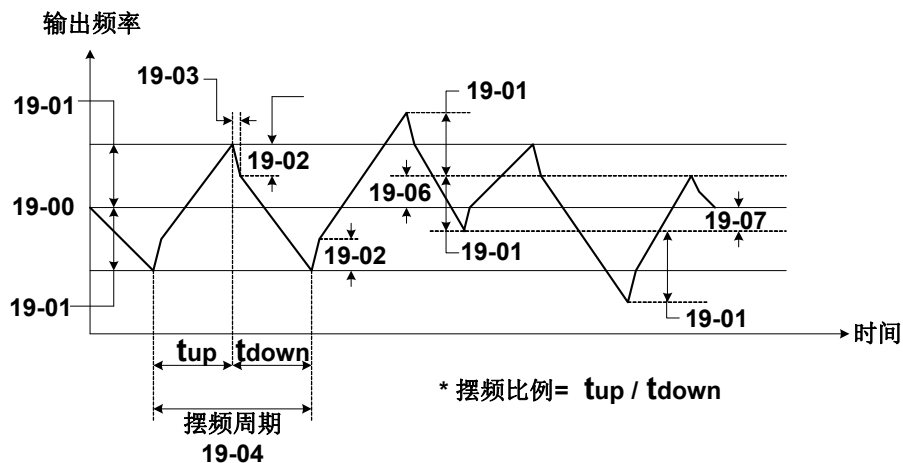

图 4.3.100 摆频操作及相关参数
(2) 滑差补偿限制 (18-02)。
- . 滑差补偿限制 18-02 设定, 如图 4.3.100 所示定转矩及定功率。